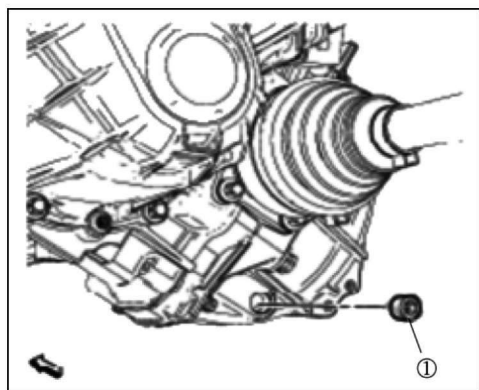

图 1-12 安装新的放油螺塞
- ⑧ 清洁变速器油排放孔螺纹。
- ⑨ 如图 1-12 所示,安装新的放油螺塞①并紧固至 $20 \text{ N} \cdot \text{m}$ 。